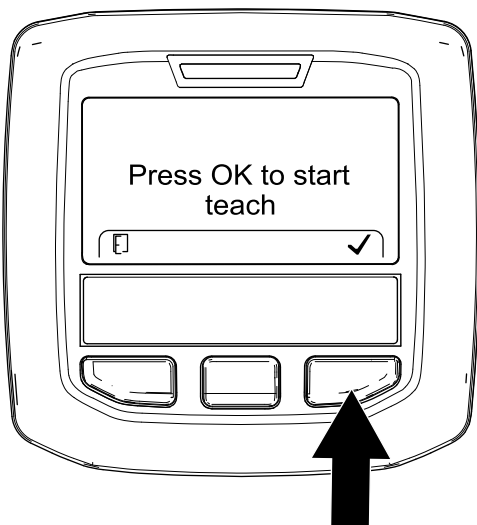

図 67
5. Press OK to Start Teach という画面 図 67 で、インフォセンターの右ボタンを押す。